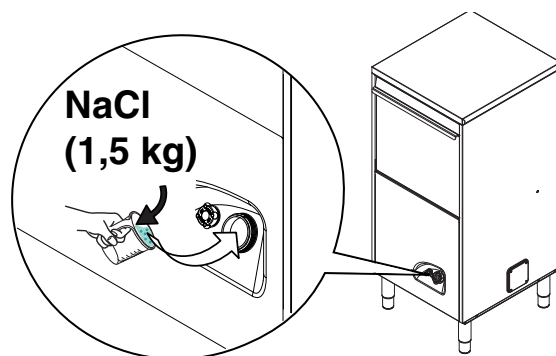

Fig. 24
- Kom ca. 1,5 Kg groft køkkensalt [NaCl] beholderen "A" (den mængde der er nødvendig for at fylde beholderen op) ved hjælp af den medfølgende tragt (Fig. 24).